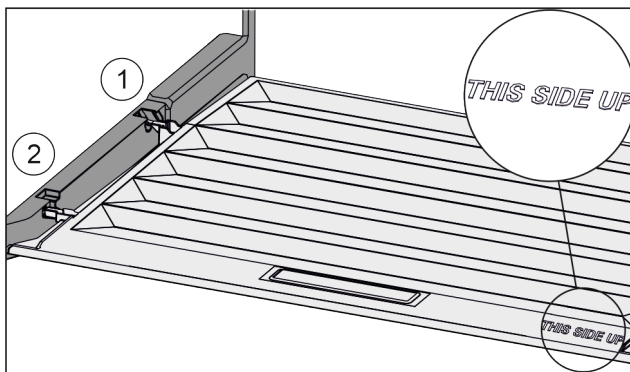

Fig. 109
- ▶ Introduzca los nervios de la tapa por la abertura del soporte trasero Fig. 109 (1) y encájelos por delante en el soporte Fig. 109 (2).